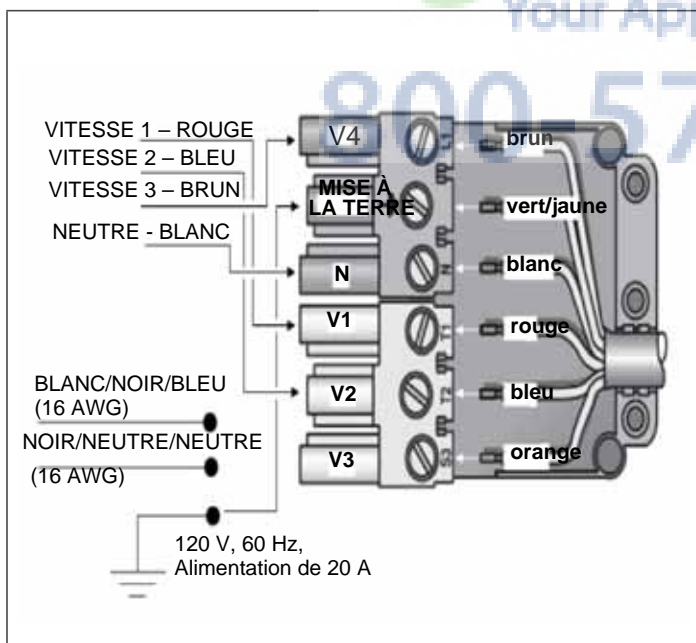

Figure 23: Wiring the Hood with an Inline Blower
7. Branchez le ventilateur de conduit aux fils du connecteur en tire-bouchon (Étape 6), comme illustré sur la Figure 23. Branchez le fil vert de mise à la terre du ventilateur de conduit à la vis de mise à la terre de la boîte de connexion.